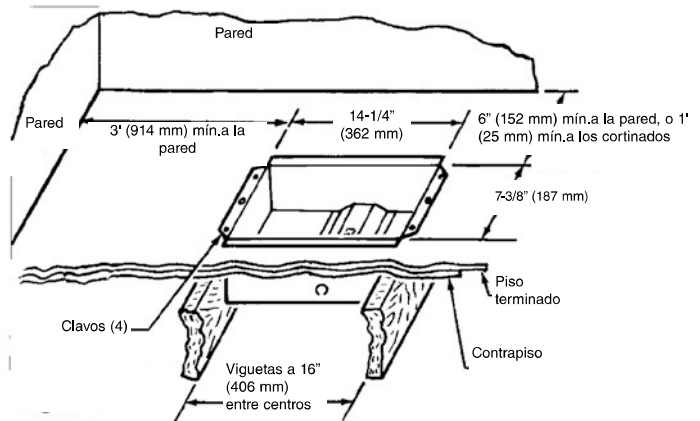

Figura 1
1. Practique un agujero de 7-3/8" por 14-1/4" (187 mm por 362 mm) en el piso, a 6" (152 mm) como mínimo de la pared, con el lado más largo paralelo a la pared, como se muestra en la Figura 1.